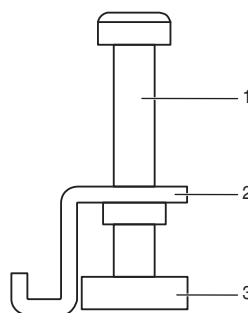

Figura 3.3: Set ferramenta di montaggio
- 2 Tenere i quattro set di montaggio a portata di mano. Ciascun set è composto di una vite (1), una staffa (2) e un dado cieco (3), come illustrato nella Figura 3.3: Set ferramenta di montaggio.